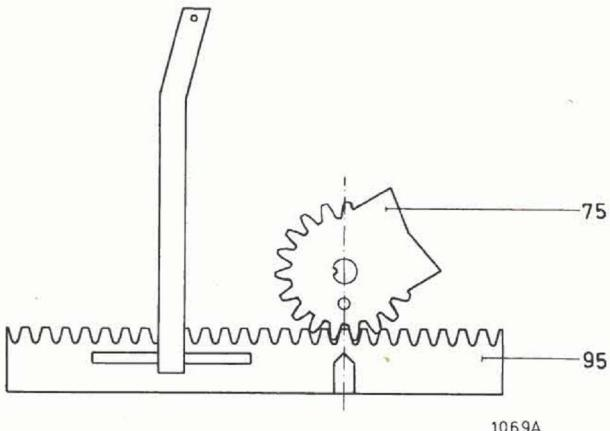

Fig. 1
- Mount gearwheel 75 and guide bracket 95 as shown in Fig. 1.
- Procéder au montage de la roue dentée 75 et de l'étrier-guide 95, selon la fig. 1.
- El montaje de la rueda dentada 75 y de la palanca de guía 95 debe ser efectuado según indica la fig. 1.
- De montage van tandwiel 75 en geleidingsbeugel 95 moet geschieden volgens fig. 1.
- Die Montage von Zahnrad 75 und Führungsbügel 95 muss gemäss Abb. 1 erfolgen.